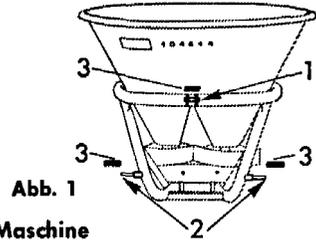

Abb. 1
Die Streuer ZA-S und ZL-S sind mit Kupplungspunkten (1 und 2) für Schlepper der Kategorie I ausgestattet. Bei Schleppern mit Kraftheber der Kategorie II (über 30 PS) müssen die drei Übergangsbuchsen (3) verwendet werden (s. Abb. 1).